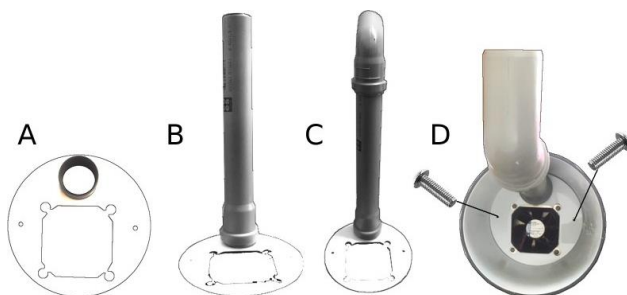

fig.1
1. Inserire il raccordo (P) nella flangia in plastica bianca **(A)** (vedi fig. 1-A).
2. Inserire il tubo da 40mm **(B)** nel raccordo **(P)** (vedi fig. 1-B), bagnando eventualmente con acqua e sapone la guarnizione in gomma.
3. Inserire il gomito 45° diam. 40 mm **(C)** nel tubo **(B)** appena fissato alla flangia **(A)** in plastica bianca al gruppo di ventilazione (vedi fig. 1-C), bagnando eventualmente con acqua e sapone la guarnizione in gomma.
4. Fissare la flangia **(A)** al corpo macchina. Le viti **(D)** per il fissaggio si trovano sul corpo del sistema di ventilazione, bisogna svitarle e utilizzarle per lo scopo descritto (vedi fig. 1-D).